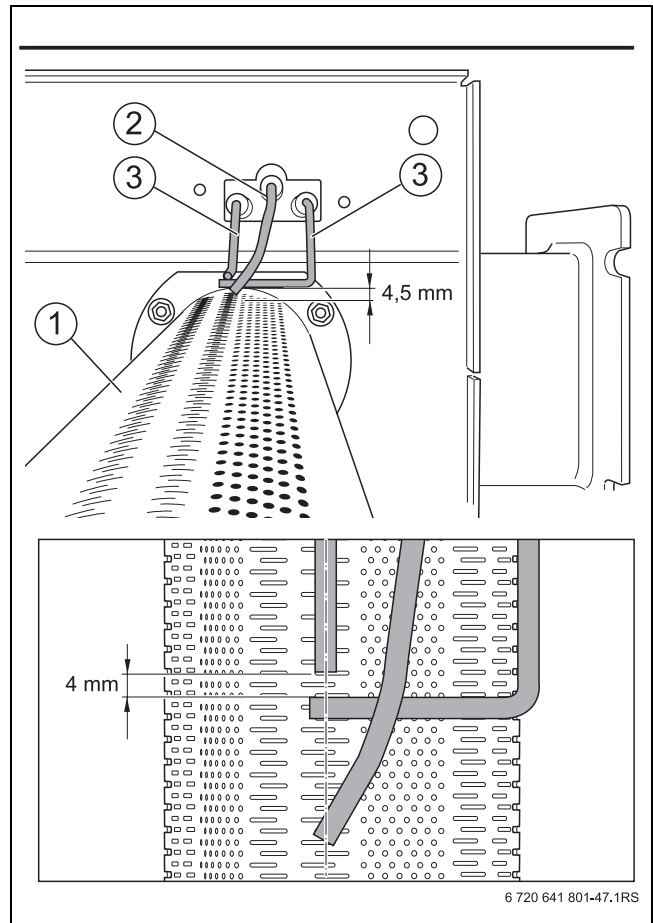

Рис. 65 Проверка положения электродов (размеры в мм)
- ▶ Измерьте расстояния между электродами согласно рис. 65 и при необходимости отрегулируйте их.
- ▶ Отрегулируйте стержень горелки так, чтобы положение электродов соответствовало рис. 65. Позиция электродов находится над шлицевым рядом.